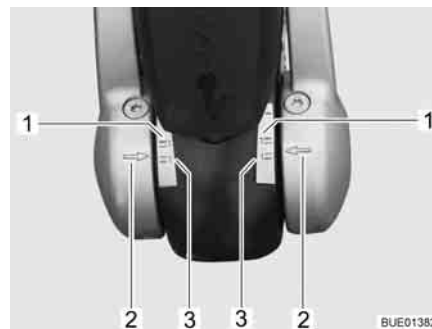

Fig. 179 Indicatore guarnizioni di attrito a sinistra e a destra
- Se le frecce sulla flangia di fissaggio disco (Fig. 179,2) si trovano sotto o sulla superficie di marcatura verde (Fig. 179,3), le guarnizioni di attrito sono considerate ancora nuove.
- Se le frecce sulla flangia di fissaggio disco si trovano all'interno delle superfici di marcatura (Fig. 179,1 e 3), le guarnizioni di attrito sono leggermente consumate.
- Se le frecce sulla flangia di fissaggio disco si trovano al di sopra della superficie di marcatura rossa (Fig. 179,1), le guarnizioni di attrito sono consumate. Far sostituire le guarnizioni di attrito.